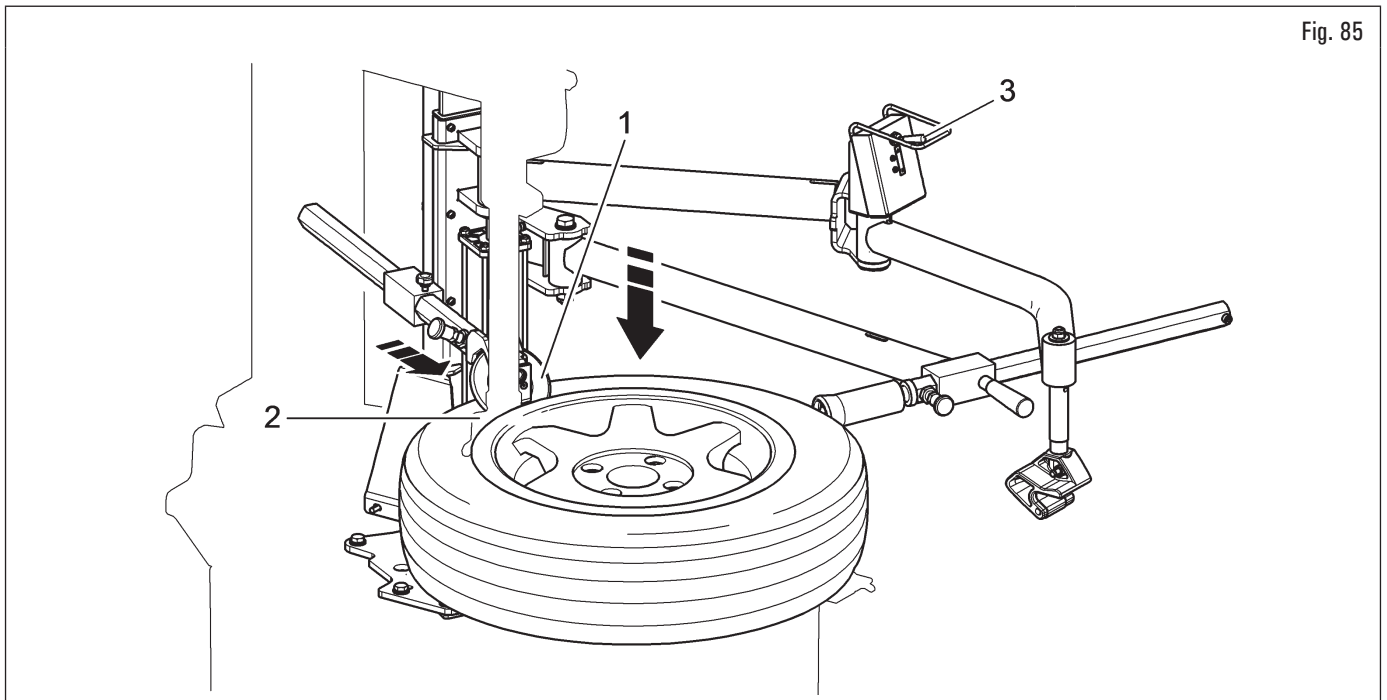

Fig. 85
6. posizionare il disco premitallone inclinato (Fig. 85 rif. 1), come indicato in figura, in prossimità della testa utensile (Fig. 85 rif. 2). Abbassare lo pneumatico tramite il disco premitallone inclinato (Fig. 85 rif. 1) (abbassando la relativa leva dell'unità di comando (Fig. 85 rif. 3)), fino a consentire un agevole posizionamento della testa utensile sul bordo del cerchio (Fig. 85 rif. 2). Dopodiché bloccare la testa utensile;
8. sollevare il dispositivo azionando verso l'alto la relativa leva (Fig. 85 rif. 3); quindi spostare indietro il disco premitallone inclinato (Fig. 85 rif. 1) per evitare rischi di interferenza con lo pneumatico;